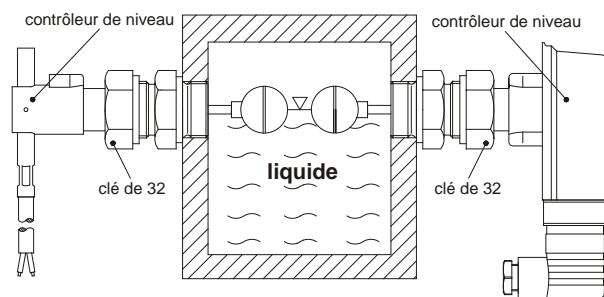

Fig. 3
- ↳ Monter le contrôleur de niveau selon la fig. 3.